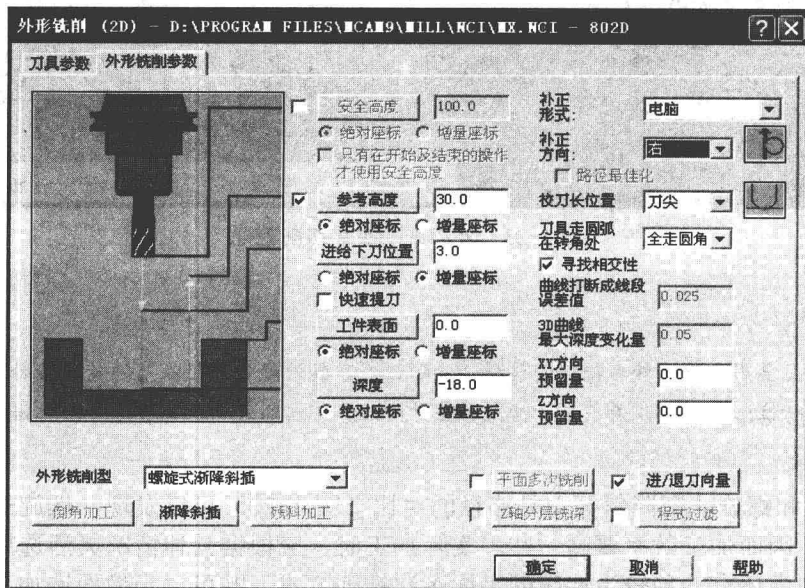

图 1-21 外形铣削 (2)
2) 将鼠标移动到“D16”, 单击鼠标右键选择“刀具路径”“外形铣削”, 在主菜单区选择“串联”, 选择矩形 (高亮显示), 单击“执行”, 刀具选择同例 1-2。在“外形铣削参数”选项卡中选择外形铣削型为“螺旋式渐降斜插”, 其余与例 1-2 相同, 如图 1-21 所示。